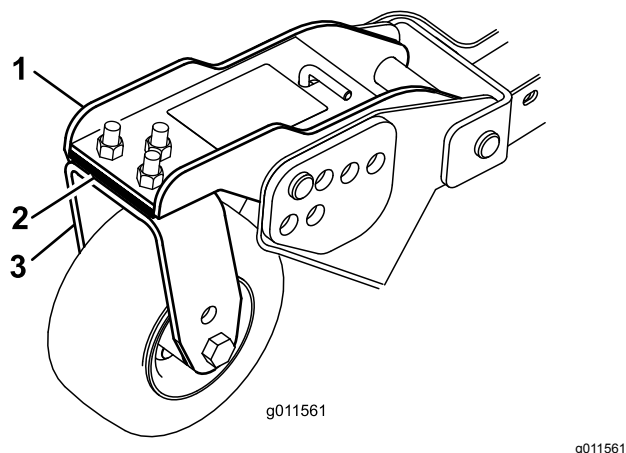

Figure 33
Tournez la lame sur chaque axe pour la diriger dans le sens longitudinal. Mesurez et notez la distance entre le sol et la pointe avant du tranchant. Ajoutez ou retirez des cales sur le ou les bras de roue pivotante avant pour faire correspondre la hauteur de coupe à celle indiquée sur l'autocollant (Figure 33). Pour l'axe de la lame extérieure seulement, voir Réglage de l'inclinaison du plateau de coupe \(page 68\).
3. Si le bord intérieur du plateau de coupe latéral est trop élevé par rapport au bord extérieur du plateau de coupe avant, retirez une cale au bas du bras de la roue pivotante intérieure avant du plateau latéral (Figure 33).